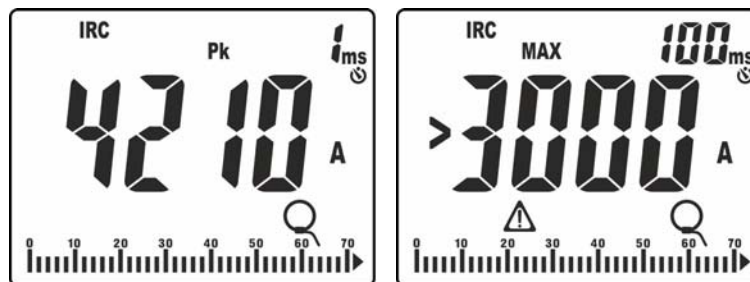

Abb. 44: Beispielanzeigen Anlaufstrom
- Spitzenwert "Pk" kalkuliert in **1ms** (siehe Abb. 44 – linke Seite)
11. Wenn der gemessene Strom den eingestellten Messbereich der Zange überschreitet, erscheint eine Meldung wie diejenige in der Abb. 44 – rechte Seite (in Bezug auf FS = 3000A) im Display.